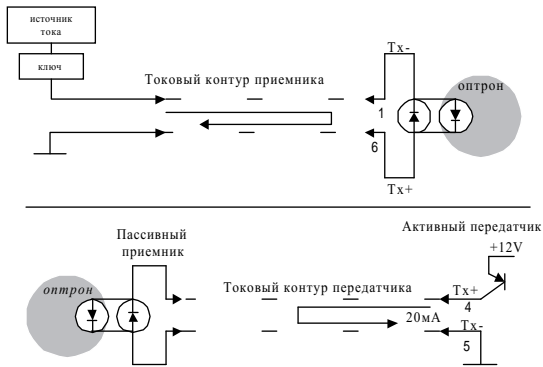

рис. 3. Схема соединения устройств по интерфейсу "Токовая петля".
3.2.1. В адаптере LinkPro-8 реализована “Токовая петля” по типу “Активный передатчик-Пассивный приемник”. Для корректного включения периферийных устройств необходимо, чтобы их интерфейс был аналогичного типа. Схема соединения устройств по интерфейсу “Токовая петля” приведена на рис. 3.